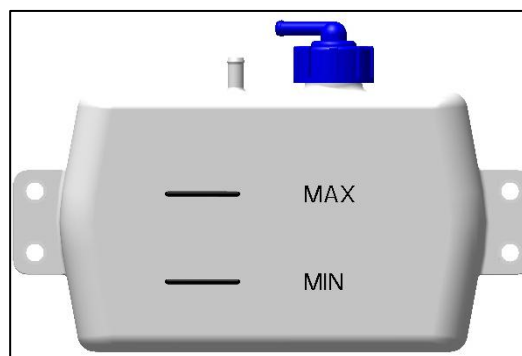

Fig. 274 : NIVEAUX MAXIMUM ET MINIMUM
- Vérifier fréquemment le niveau du liquide de refroidissement dans le vase d'expansion (Fig. 274).